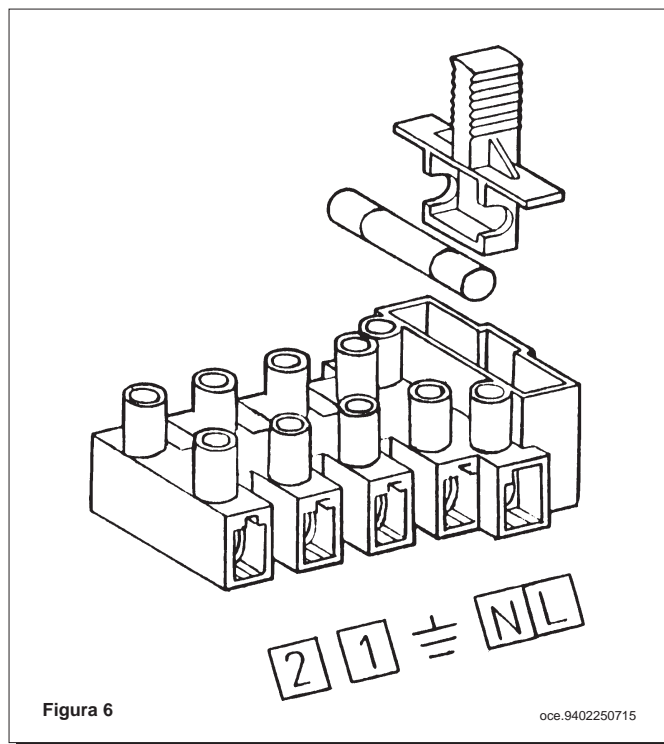

Figura 6
- accedere alla morsettiere di alimentazione (figura 6) come descritto al capitolo precedente;
- togliere il ponticello presente sui morsetti (1) e (2);
- acceder al tablero de bornes de alimentación (figura 6) como descrito en el capítulo precedente;
- remover el puente sobre los bornes (1) y (2);